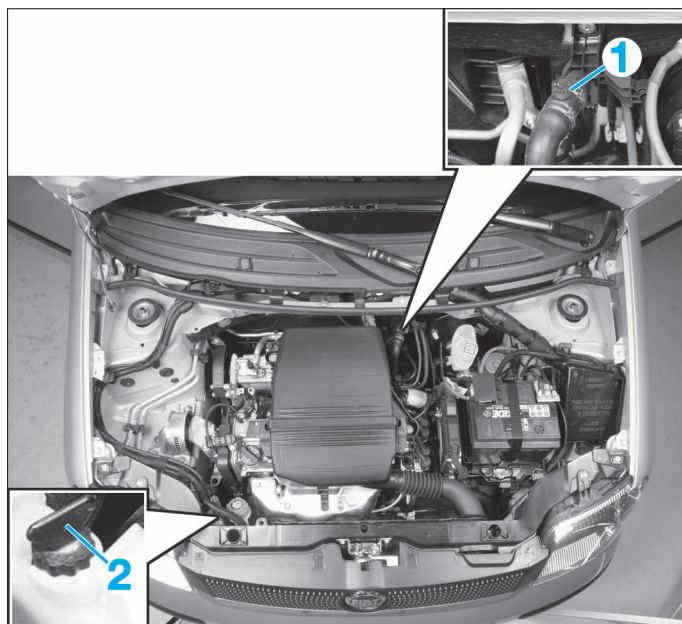

FIG. 11
- Ouvrir les vis de purge (1) et (2) (Fig.11).
- Dès que le liquide sort de l'orifice (2) (Fig.11), refermer ce dernier.
- Poursuivre le remplissage, et dès que le liquide s'écoule de l'orifice (1) (Fig.11), refermer ce dernier.